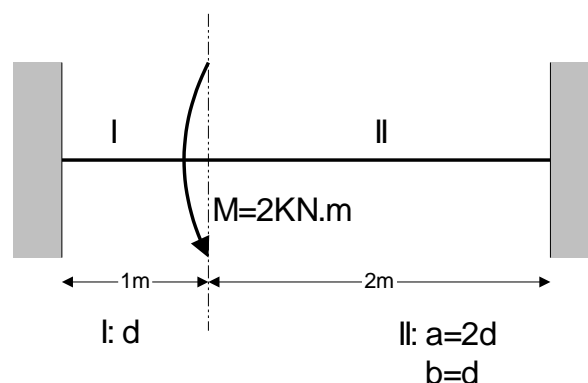

Figura 3.11
3.4.3 Considere a seguinte viga duplamente encastrada da Figura 3.11. Admitindo que a tensão máxima no tramo de secção circular é de 40MPa. Determine a tensão de corte máxima no tramo de secção retangular.